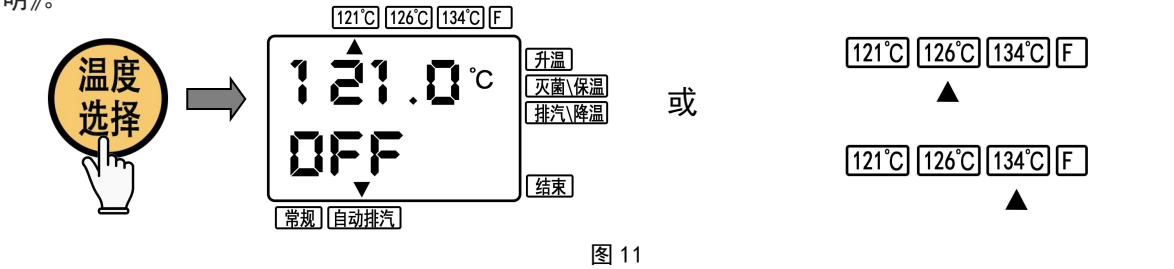

图 11
①设置灭菌温度：根据灭菌物选择灭菌周期，本产品预设“121℃”、“126℃”、“134℃”三个一键制操作模式，按“温度选择键”选取所需的一键制温度（图 11）。注：一键制模式下灭菌温度都有相对应的灭菌默认时间，121℃—20min、126℃—15min、134℃—4min，F 键功能请见第 7 章《控制面板说明》。